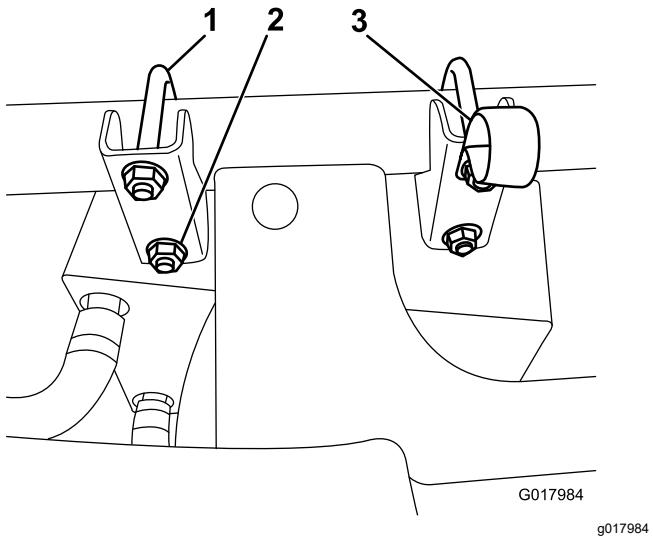

Figure 4
- Fixez le chauffage et son support au tube de cadre avant à l'aide des étriers filetés et des écrous à embase (Figure 4).
- Fixez le collier en R sous l'écrou supérieur le plus proche du centre de la machine (Figure 4).